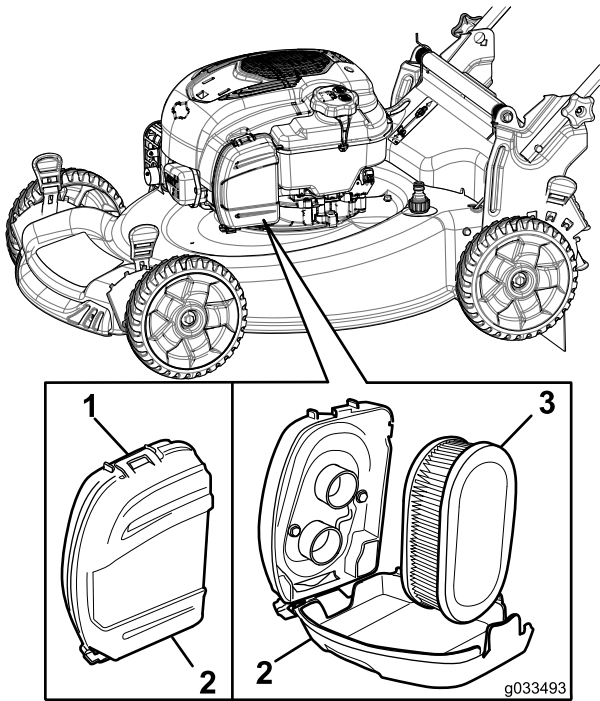

Figure 31
1. Déclipsez le couvercle du filtre à air (Figure 31).
2. Déposez le filtre à air (Figure 31).